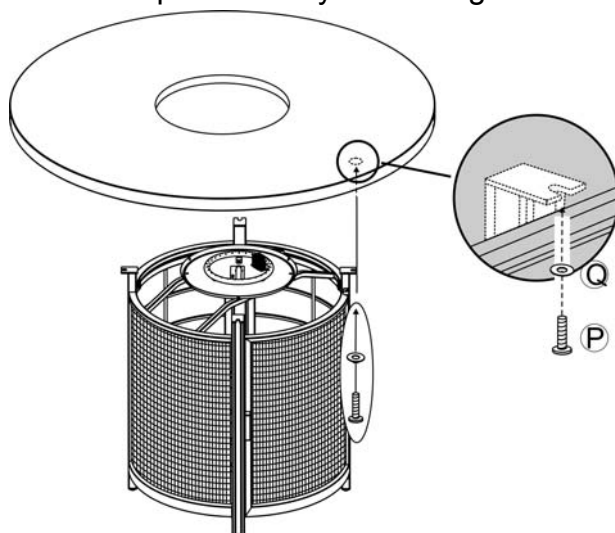

Figura 2
2. Coloque la cubierta de la mesa sobre la base. Fije la base de la mesa a la base del calentador, usando los tornillos y arandelas que se incluyen. Vea figura 2.